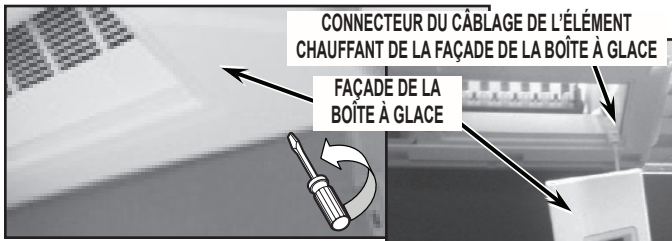

FIGURE 2
4. Déposer la façade de la boîte à glace – utiliser un tournevis à lame plate. Si la boîte à glace de l'appareil comporte une façade de nouvelle configuration avec un élément chauffant, on doit déconnecter le câblage de l'élément chauffant de la façade de la boîte à glace. Voir la *Figure 2*.